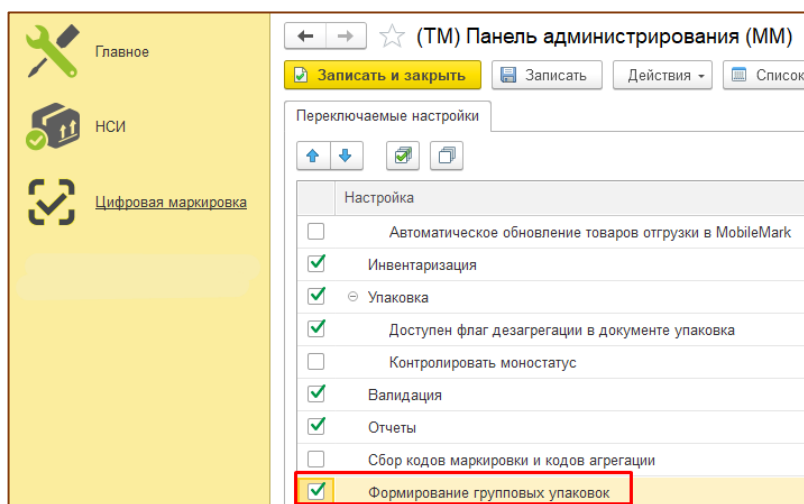

Рис. 8.2 – Формирование групповых упаковок
- В открывшемся окне поставить галочку в чекбоксе «Формирование групповых упаковок» и нажать «Записать и закрыть» (Рис. 8.2).